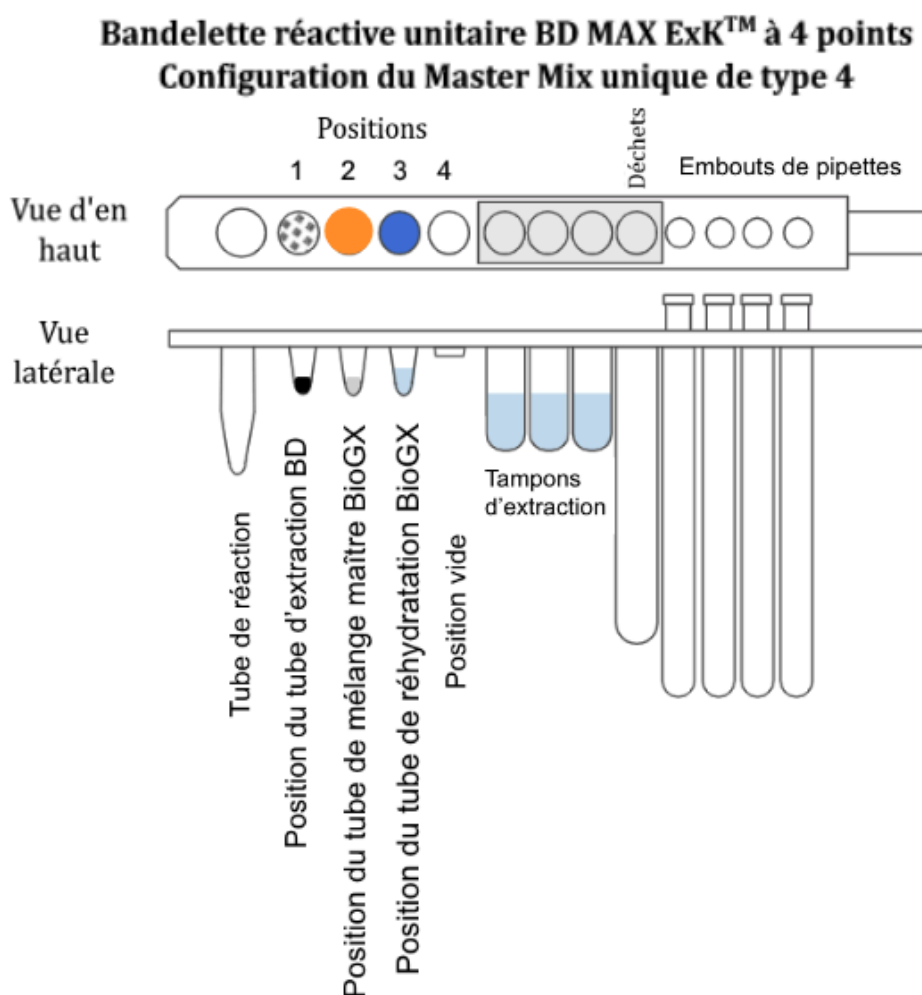

Figure 1. Schéma des bandelettes réactives unitaires BD MAX™ ExK™ à 4 points
4. Placez un tube d'extraction BD MAX™ ExK™ DNA-1 à la position 1 (point 1) de chaque bandelette réactive unitaire (figure 1).